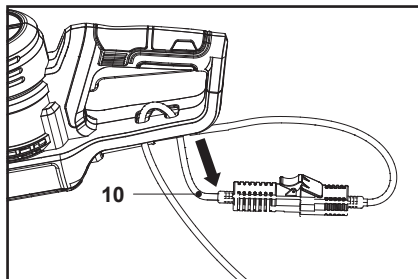

Fig. 4
3. Faire passer le cordon d'alimentation (10) sur le support de câble (11) et tirer doucement sur le cordon d'alimentation (10) pour s'assurer qu'il est bien maintenu (Fig. 4).